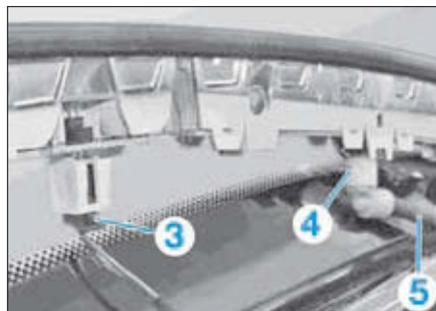

FIG. 71
- Débrancher le connecteur (3) (Fig.71).
- Tourner la bague (4) et débrancher la durit de lave-glace (5).